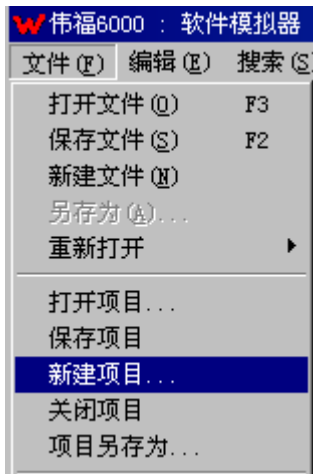
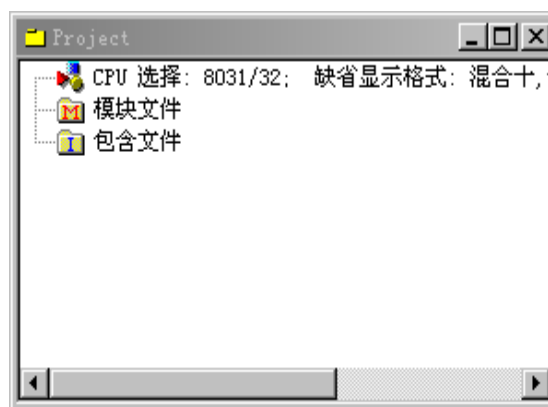

图6.10 新建项目
图6.11 项目窗口
(3) 单击下拉菜单“文件”中的“新建项目”，如图 6.10 所示，项目窗口如图 6.11 所示。